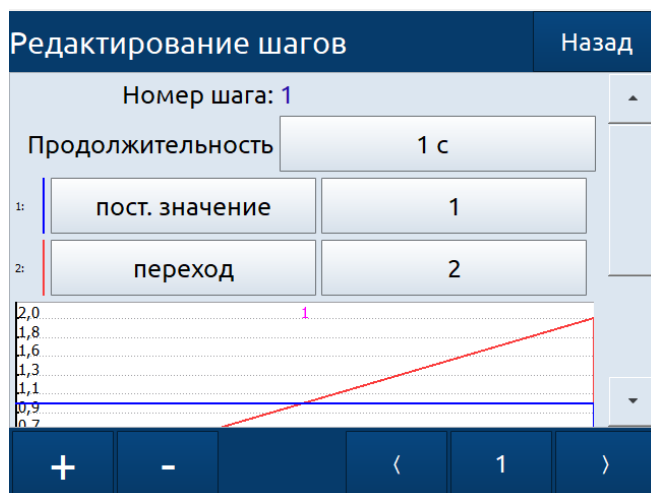

Рисунок 2.72 – Вид меню «Редактирование шагов»
- **Кнопка «Список шагов»** – после нажатия на эту кнопку будет открыто меню «Редактирование шагов» (см. рис. 2.72). Меню «Редактирование шагов» позволяет пользователю настроить шаги профиля (до 100 шагов) для каждого из которых пользователь может установить: продолжительность, тип и конечное значение. Тип и конечное значение могут быть установлены индивидуально для каждой переменной профиля на каждом шагу. В нижней части меню настройки профилей расположен график профиля. В правой части графика отображается шкала значений профиля. В нижней части графика отображаются номера шагов.
- При количестве переменных профиля больше одного, параметры «Форма» и «Конечное значение» будут выводиться в одну строку после индекса переменной (см. рис. 2.72);